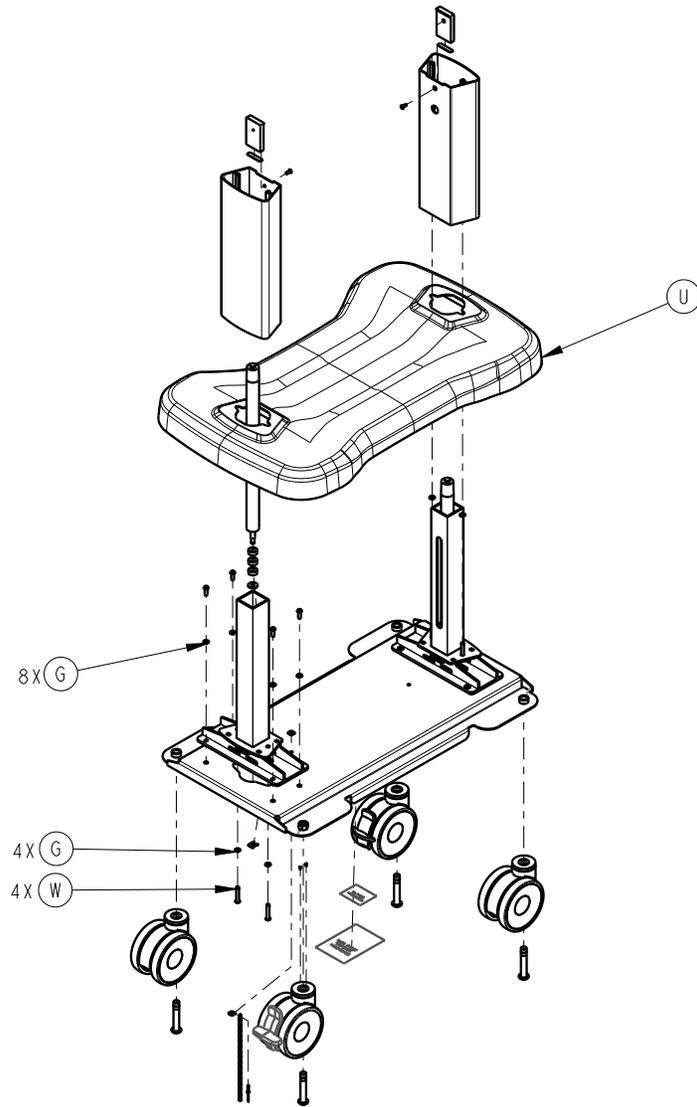

Figure 17 – Ensemble soudé de la base
3. À l'aide d'une poignée en T hexagonale de 5/32 po, retirer les quatre vis (W) et les rondelles (G) qui fixent la colonne à l'ensemble soudé de la base (Figure 17). Conserver les vis et les rondelles.